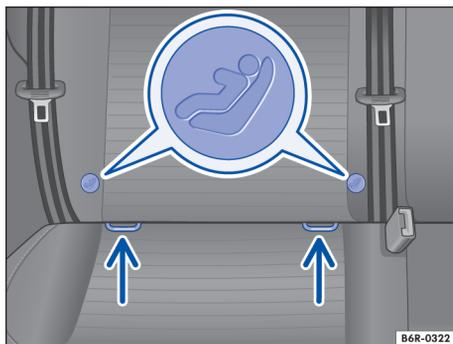
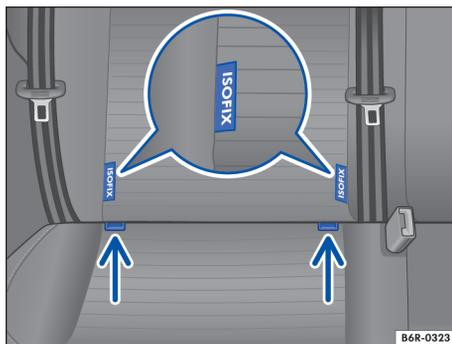

Fig. 70 Primer tipo: señalización en el asiento del vehículo de los puntos de anclaje inferiores para el asiento para niños.
Fig. 71 Segundo tipo: señalización en el asiento del vehículo de los puntos de anclaje inferiores para el asiento para niños.
- Introduzca el asiento para niños en las argollas de sujeción ⇒ fig. 70 o ⇒ fig. 71 en el sentido de las flechas. Se deberá oír cómo encaja el asiento.
- Coloque el asiento para niños sobre el asiento del vehículo y enganche los ganchos de los cinturones de fijación en las argollas de sujeción ⇒ fig. 70 o ⇒ fig. 71.